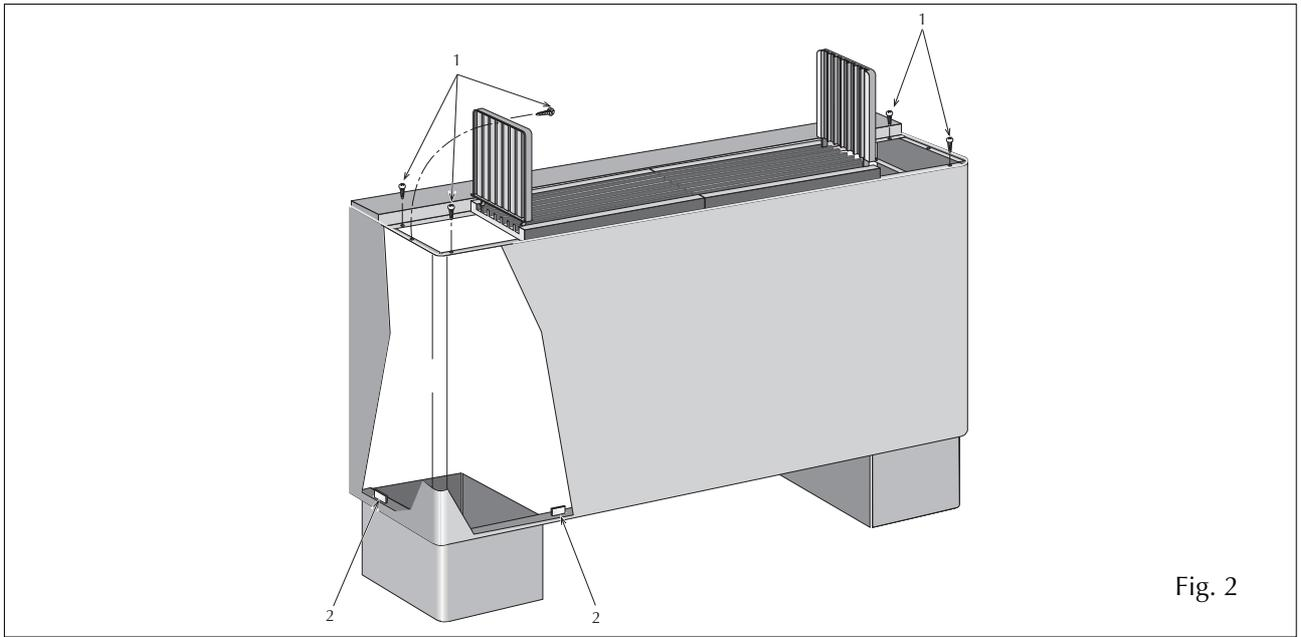

Fig. 2
**a)** Rimuovere il condizionatore dall'imballo, togliere il mobile di copertura allentando le viti (1 fig.2), sfilando il mobile dai ganci (2 fig.2).
**a)** Remove the unit from the packing; remove the screws (1 fig.2) then the cover, sliding it out from the clips (2 fig.2).